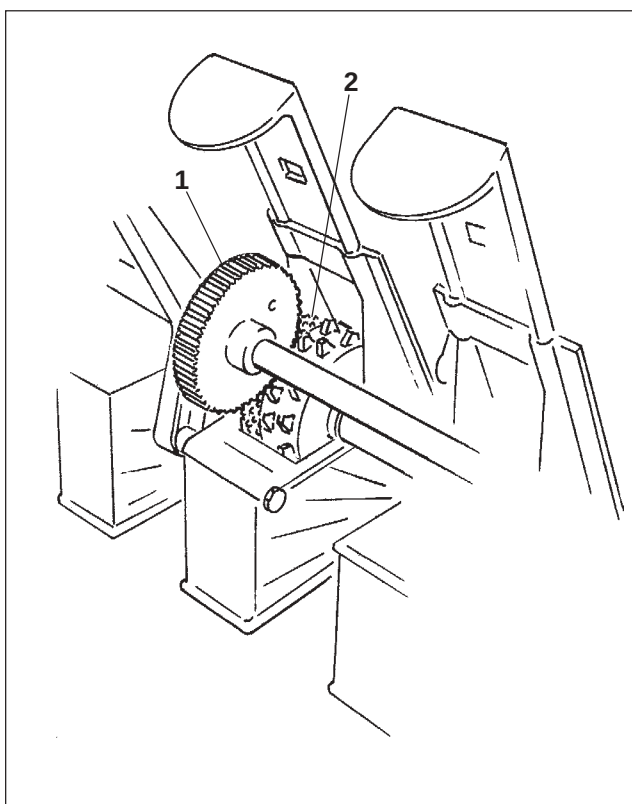

Рис. 13.17
- Зубцы приводной шестерни (Рис. 13.17/1) и высевашие катушки технической колеи для мелкосемянных культур (Рис. 13.17/2) привести в рабочее положение. Приводную шестерню закрепите на промежуточном вале.